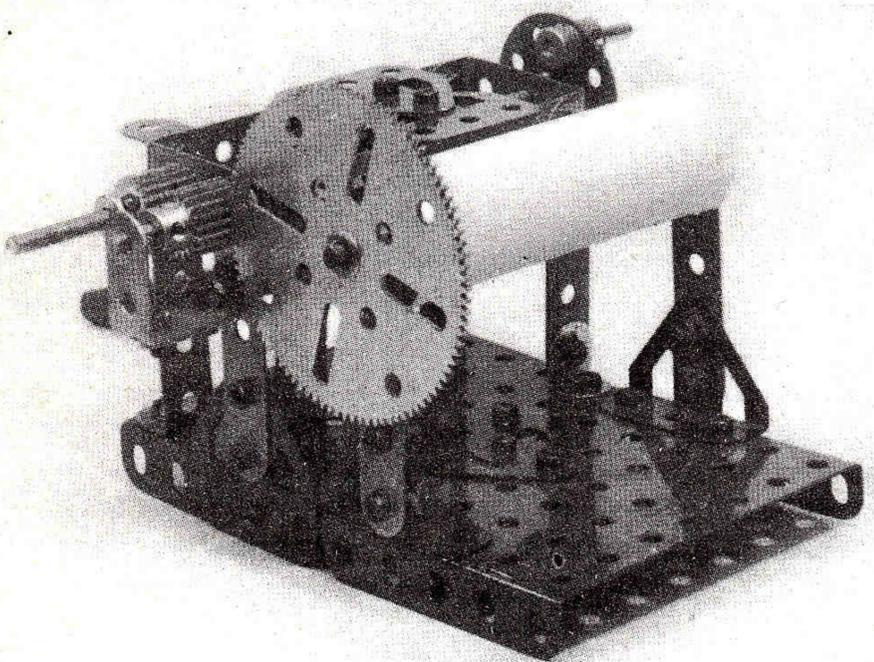

Figure 1. — Vue d'ensemble du montage.
- le support du cylindre, formant la moitié droite du montage (voir figure 1) et comprenant une plaque 9×6 cm (n° 53) et ce qu'elle supporte,
En ce qui concerne le support du cylindre (voir figure 1), l'axe du rouleau (n° 106) est mis en place avant de boulonner la dernière bande de 5 trous (n° 5) lui servant de support. D'autre part, le cylindre de bois doit être recouvert, avant que le montage soit achevé, de papier millimétré (un carré de 9 cm de côté dont les deux parties qui se chevauchent sont collées sur environ 1 cm).
1° Fixez le support du pignon de 19 dents, à l'aide de l'embase triangulée (n° 126a), sur le côté de la plaque de 6 sur 9 cm servant de support au chariot (voir figure 1).
4° Réunissez les deux plaques de 6 sur 9 cm (n° 53) par une embase triangulée plate (n° 126a) comme l'indique la figure 1 (p. 1). Réglez alors la position des différentes pièces soutenant les deux parties de la machine de manière que la roue dentée et les deux pignons s'engrènent parfaitement les uns dans les autres : serrez bien les boulons maintenant ces pièces lorsque ce résultat est obtenu.